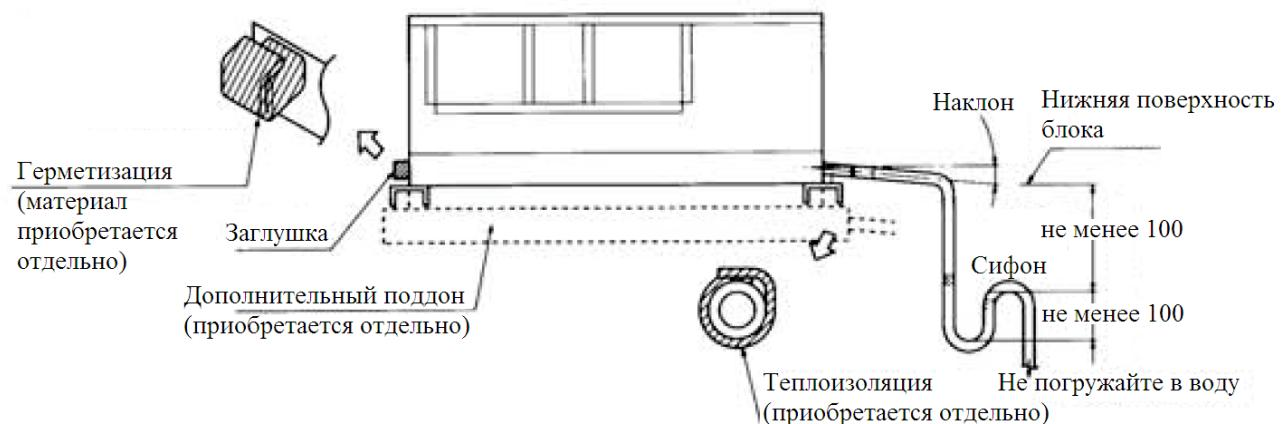

Рис. 12
- Смонтируйте систему в соответствии с Рис. 12.
- Дренаж осуществляется тем эффективнее, чем короче дренажная трубка. Начальный участок трубы должен иметь наклон. Фланец дренажной трубы внутреннего блока имеет внутреннюю резьбу PS 1B (см. Рис. 12).
- После подключения дренажной трубы к блоку, оберните ее теплоизолирующим материалом по всей длине (см. Рис. 12).